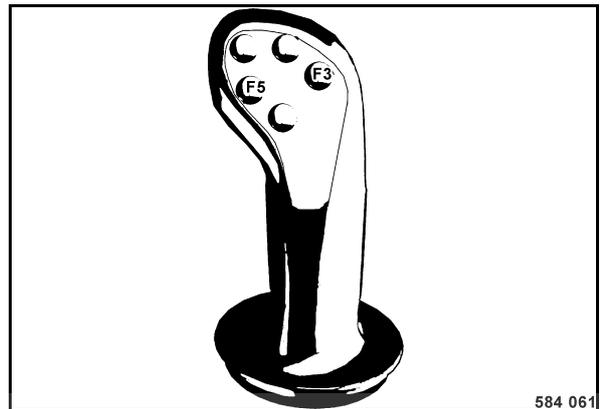

fig. 65
- Sélectionner le champ désiré avec la touche de fonction F3 (fig. 65).